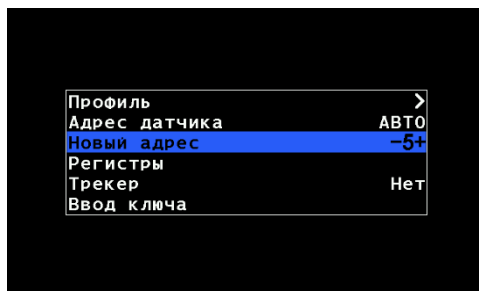

Рисунок 36
10. Кнопками  «Вверх» и  «Вниз» выбрать пункт «Адрес датчика» и кнопками  «Плюс» и  «Минус» задать текущий программный адрес подключенного датчика (см. «Рисунок 36») или выбрать «АВТО», если адрес неизвестен.
11. Кнопками \uparrow «Вверх» и \downarrow «Вниз» выбрать пункт «Новый адрес» и кнопками \oplus «Плюс» и \ominus «Минус» задать новый программный адрес (см. «Рисунок 36»). После этого нажать кнопку \leftarrow «Меню». В результате удачного переименования на экран будет выведено сообщение - «Выполнено».